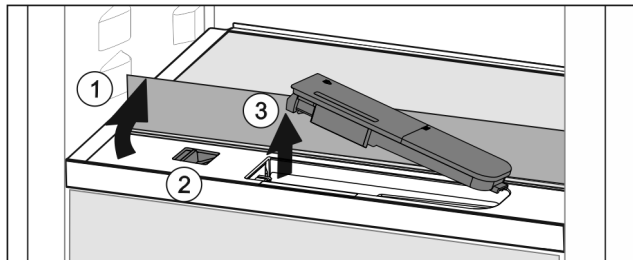

Fig. 164
- ▶ Lyft glashyllan och fäll bak den till anslag Fig. 164 (1).
- ▶ Skjut reglaget Fig. 164 (2) åt vänster.
- ▶ Ta ut vattenbehållaren Fig. 164 (3).